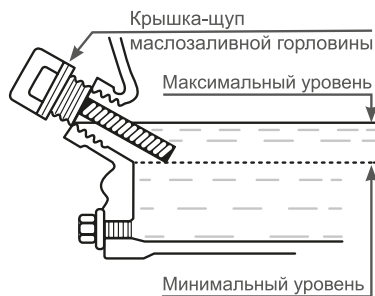

Рис. 10. Уровень масла в картере двигателя
4. Установите крышку-щуп в отверстие горловины, не закручивая (Рис. 10).
Максимальный уровень масла в картере соответствует нижней кромке заливного отверстия (Рис. 10).
При недостаточном уровне масла в картере необходимо долить чистое масло до верхней отметки на щупе, что соответствует нижней кромке заливного отверстия (Рис. 10).